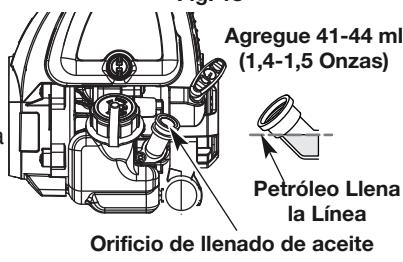

Fig. 19
- Compruebe el nivel de aceite. El aceite debe quedar exactamente en la parte inferior de las roscas del orificio de llenado de aceite. (Fig. 19)
- Si el nivel está bajo, agregue una pequeña cantidad de aceite en el orificio de llenado de aceite y vuelva a medir (Fig. 19). Repita este procedimiento hasta que el nivel de aceite a la parte inferior de las roscas en el orificio de llenado de aceite.